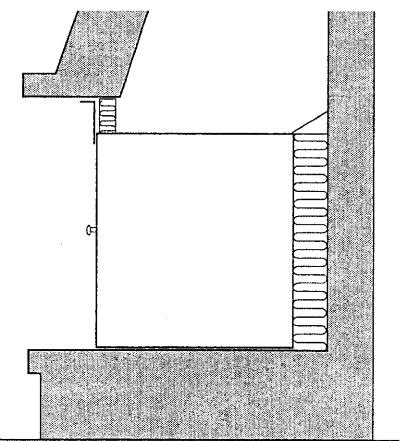

Fig 5A
5. Montera täckplåtarna enligt fig. 3. Om de 2 stående plåtarna träffar spiskupans underkant behövs inte de 3 liggande plåtarna (se fig. 5A och B).